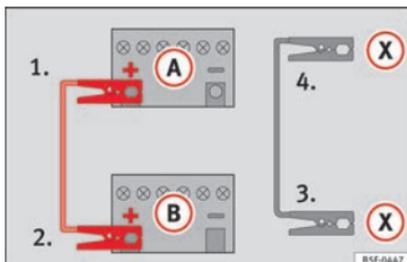

Fig. 165 Esquema de conexión para vehículos con sistema Start-Stop.
- En los vehículos con sistema Start-Stop: emborne un extremo del cable *negro* de emergencia (X) a un terminal de masa adecuado, a una pieza de metal maciza que vaya atornillada al bloque motor o al mismo bloque motor » » » fig. 165.
5. Emborne el otro extremo del cable *negro* de emergencia (X), en el vehículo con la batería descargada, a una pieza de metal maciza que vaya atornillada al bloque motor o al mismo bloque motor pero lo más alejado posible de la batería (A).